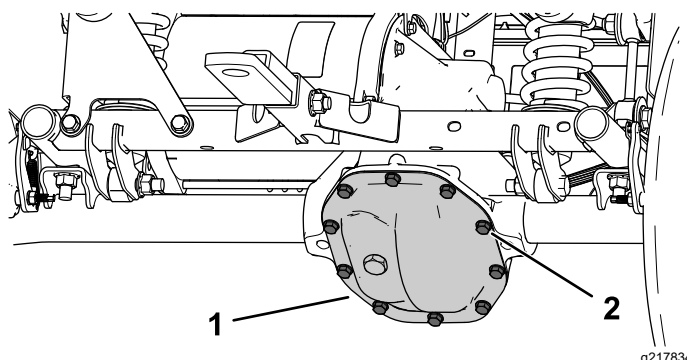

Figure 53
1. Placez un bac de vidange sous la protection de la boîte-pont (Figure 53).
- Retirez les boulons de la protection de la boîte-pont et vidangez tout le liquide (Figure 53).